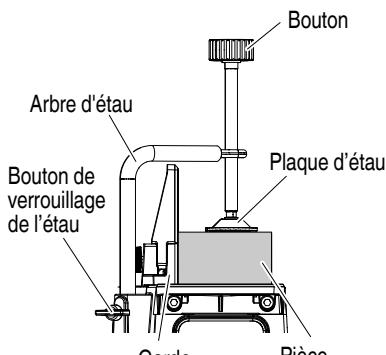

Fig. 30
(1) L'étau d'assemblage peut être monté sur la base.
(2) Tourner le bouton supérieur et fixer solidement la pièce en place (Fig. 30).